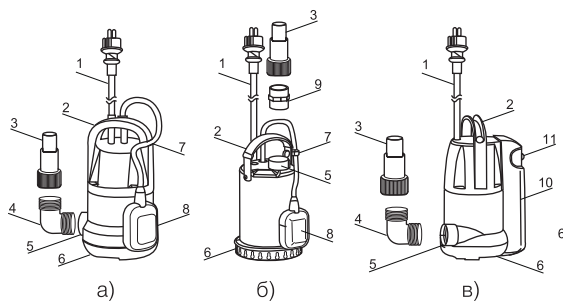
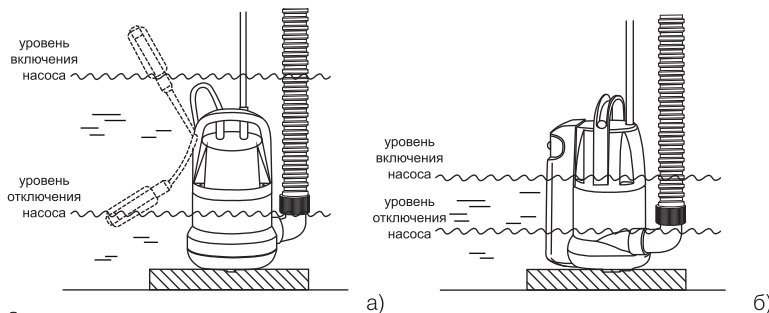

Рис. 2
Рис. 3
6.1. Насос представляет собой моноблочный агрегат (рис. 2), корпус которого разделен на гидравлическую насосную часть и электродвигатель.
6.4. В верхней части кожуха расположена рукоятка для переноски и подвешивания насоса. В рукоятке насосов, корпус которых изготовлен из полипропилена (рис. 2-а), имеется прорезь, выполняющая роль фиксатора кабеля поплавкового выключателя. У насосов, изготовленных из нержавеющей стали (рис. 2-б), фиксатор кабеля поплавкового выключателя выполнен в виде хомута, вставленного в рукоятку.
6.5. Поплавковый выключатель автоматически включает и отключает насос в зависимости от уровня отводимой воды. Моменты срабатывания поплавкового выключателя при меняющемся уровне отводимой воды зависят от длины свободного участка его кабеля. Длина свободного участка кабеля подбирается на месте эксплуатации насоса, таким образом, чтобы исключить работу насоса "всухую", без воды. Зафиксировав кабель поплавкового выключателя в фиксаторе на рукоятке насоса, можно, регулируя длину его свободного участка, менять тем самым уровни воды, при которых включается и отключается насос (рис. 3-а). Увеличение длины свободного конца кабеля приводит к увеличению интервала между включением и отключением насоса. Уменьшение длины свободного конца кабеля приводит к уменьшению этого интервала. Интервал между включением и отключением насоса со встроенным поплавковым выключателем (рис. 2-в) составляет порядка 10 см и регулировке не подлежит (рис. 3-б).
6.10. Насос со встроенным поплавковым выключателем имеет блокиратор (рис. 2-в), позволяющий заблокировать поплавок, при этом насос переводится из «автоматического» режима работы в «ручной».
8.13.1. Насос со встроенным поплавковым выключателем (модификация «А») имеет блокиратор (рис. 2-в), позволяющий заблокировать поплавок во включенном состоянии. Переведя блокиратор вверх до щелчка, насос переводится из «автоматического» режима работы в «ручной».